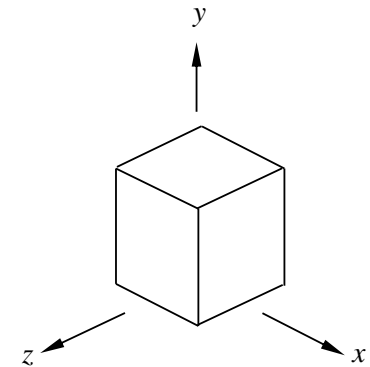

Figure 3: cube élémentaire infinitésimal
- 2) Représentez au point le plus sollicité de la section, l'état de contrainte à l'aide d'un cube élémentaire infinitésimal sur la Figure 3.